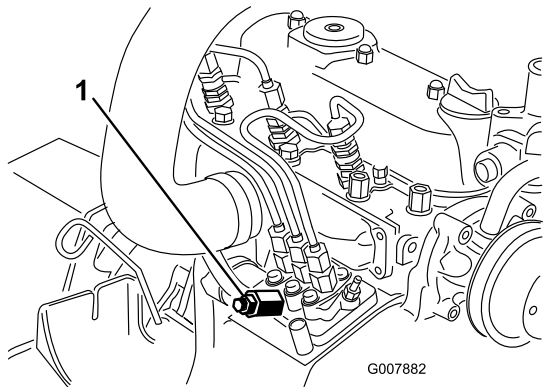

Bild 36
3. Legen Sie einen Lappen unter die Entlüftungsschraube an der Kraftstoffeinspritzpumpe und öffnen Sie sie (**Bild 36**).